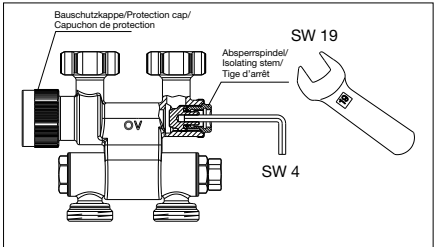

Bild 7 / Illustr. 7 / Fig. 7
3. Fermer le clapet à l'aide d'une clé à six pans (clé de 4) en la tournant vers la droite (Fig. 7).
1. Fermer le raccord comme décrit sous point «Fermeture» (Fig. 7).
2. Ouvrir le clapet (Fig. 7) en le tournant vers la gauche jusqu'en butée à l'aide d'une clé à six pans (clé de 4). Purger le radiateur.
3. Ventilkegel mit Sechskantschlüssel (SW 4) durch Rechtsdrehen schließen (Bild 7).
1. Die Armatur wie unter Punkt „Absperren“ beschrieben schließen (Bild 7).
2. Mit Sechskantschlüssel (SW 4) den Ventilkegel (Bild 7) durch Linksdrehen bis Anschlag öffnen. Heizkörper entlüften.